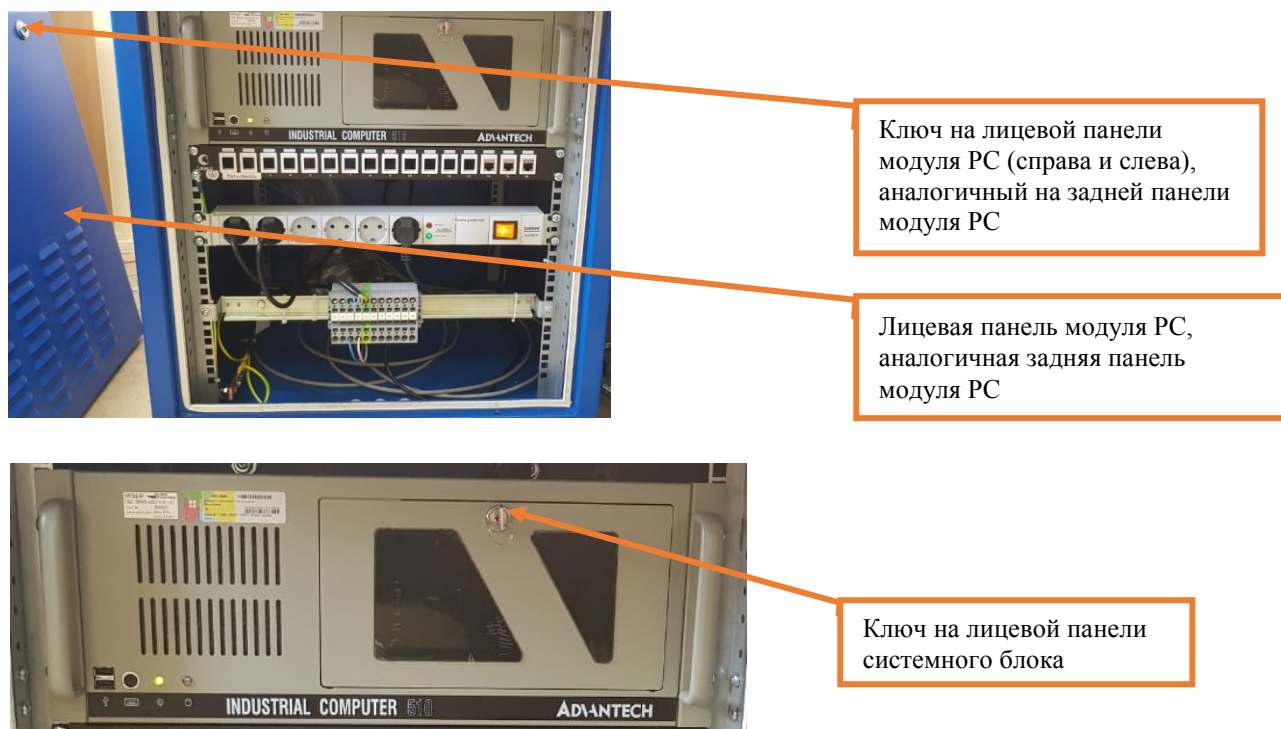

Рисунок 2. Системный блок АРМ ДСП и его место установки.
7.1.3 С помощью специального ключа открыть и снять лицевую и заднюю панель модуля РС, в котором установлен системный блок АРМ ДСП (Рисунок 2).
7.1.4 Специальным ключом открыть крышку на лицевой панели системного блока (Рисунок 2).